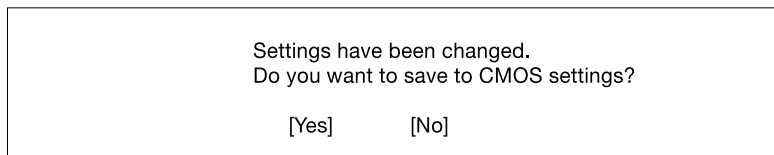

图 4-15 保存更改屏幕
5. 按 **Esc** 键返回系统安全菜单，然后再按 **Esc** 键退出 Setup。即会出现保存更改屏幕，如图 4-15 所示：